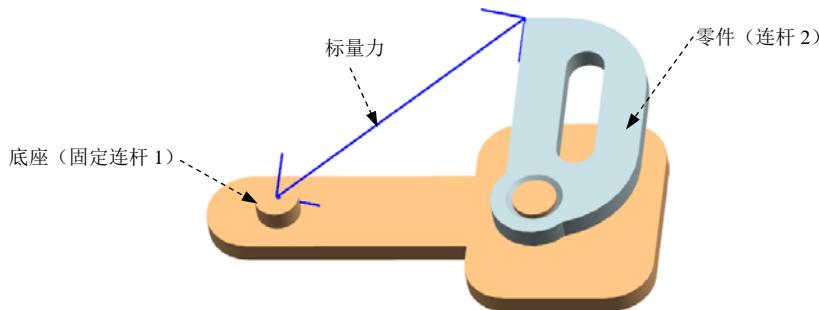
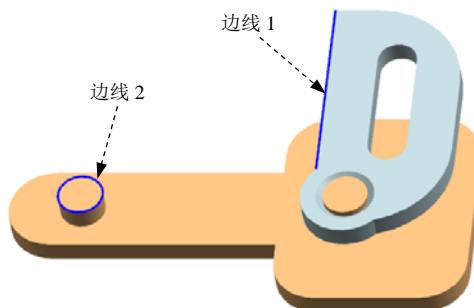

图 9.1.1 机构模型
图 9.1.4 定义参考对象
下面举例说明定义标量力的一般操作过程。在图 9.1.1 所示的机构模型中，零件与固定底座上右侧的柱销之间有一个旋转副，在零件上添加一个标量力，使连杆绕着底座上的右侧柱销旋转，由于标量力的“基本原点”固定，所以力的方向会随着零件的转动而变化，零件的转动表现为摆动运动。
Step5. 定义固定连杆 1。选择下拉菜单 **插入(S)** →  链接(L)... 命令，系统弹出“连杆”对话框；选取图 9.1.1 所示的底座为固定连杆 1；在 **质量属性选项** 下拉列表中选择 **自动** 选项；在 **设置** 区域中选中  固定连杆 复选框；在 **名称** 文本框中采用默认的连杆名称“L001”；单击 **应用** 按钮，完成固定连杆 1 的定义。
Step6. 定义连杆 2。选取图 9.1.1 所示的零件为连杆 2；在 **质量属性选项** 下拉列表中选择 **自动** 选项；在 **设置** 区域中取消选中  固定连杆 复选框；在 **名称** 文本框中采用默认的连杆名称“L002”；单击 **确定** 按钮，完成连杆 2 的定义。
(2) 定义操作对象。单击“标量力”对话框 **操作** 区域中的 **\* 选择连杆 (0)** 按钮, 选取图 9.1.1 所示连杆 2 为操作连杆; 单击 **操作** 区域中的 **\* 指定原点** 按钮, 在右侧下拉列表中选取“终点” 选项, 在模型中选取图 9.1.4 所示的边线 1 为原点参考。
(3) 定义基本对象。单击“标量力”对话框 **基本** 区域中的 **\* 选择连杆 (0)** 按钮, 选取图 9.1.1 所示连杆 1 为基本连杆; 单击 **基本** 区域中的 **\* 指定原点** 按钮, 在右侧下拉列表中选取“圆弧中心” 选项, 在模型中选取图 9.1.4 所示的边线 2 为原点参考。
(4) 定义力的大小。在 **幅值** 区域的 **类型** 下拉列表中选择 **表达式** 选项, 在 **值** 文本框中输入值 10。
(5) 单击 **确定** 按钮, 完成标量力的定义, 符号如图 9.1.1 所示。